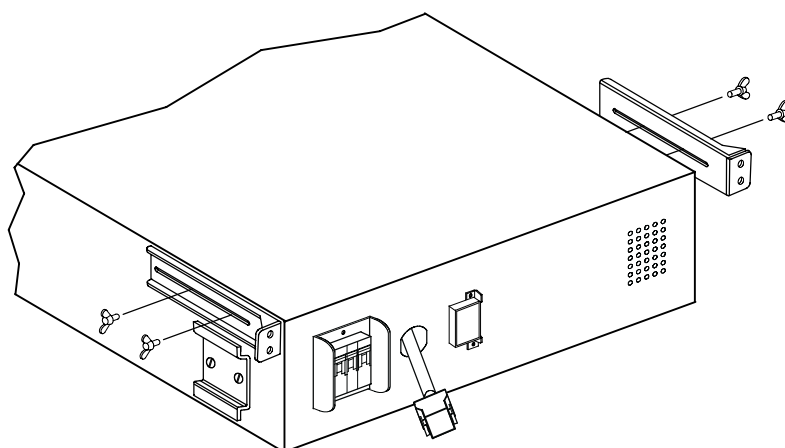

Рисунок 9. Установка дополнительных сейсмостойчивых кронштейнов EBM
- 15.** При установке дополнительных сейсмостойчивых кронштейнов необходимо совместить два сейсмостойчивых кронштейна дополнительного батарейного модуля с крепежными отверстиями по сторонам дополнительного батарейного модуля над задними кронштейнами. Слегка закрепите кронштейны четырьмя прилагающимися барашковыми болтами. См. рис. 9.